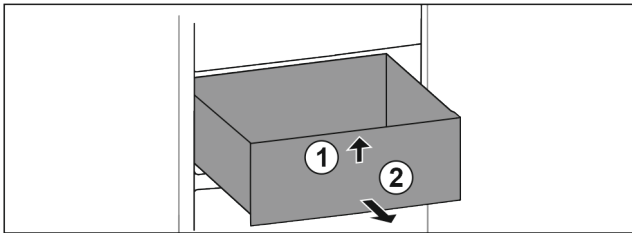

Fig. 26
- ▶ Lade aan de voorkant optillen. Fig. 26 (1)
- ▶ Lade naar voren toe verwijderen. Fig. 26 (2)